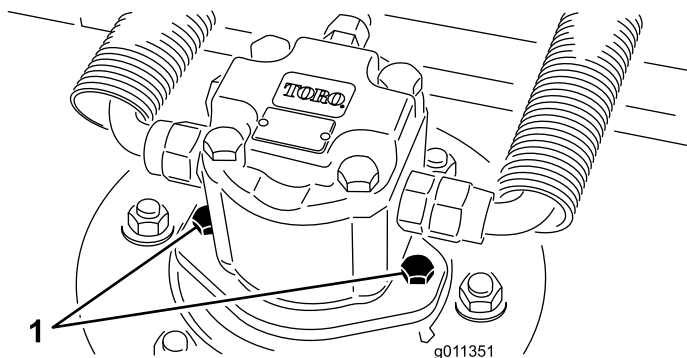

図 59
2. デッキから油圧モータを外す 図 59。異物がつかないように、スピンドル上部にはカバーを掛けておく。
4. デッキに油圧モータを取り付ける 図 59。Oリングを忘れずに、また、損傷させないように注意して取り付ける。